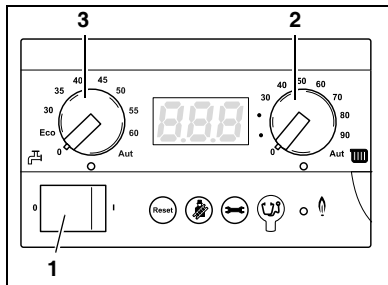

Bild 20 Grundkontroll BC10
- Ställ in önskad temperatur på vridknappen för maximal pannvattentemperatur (bild 20, pos. 2) enligt tab 3.